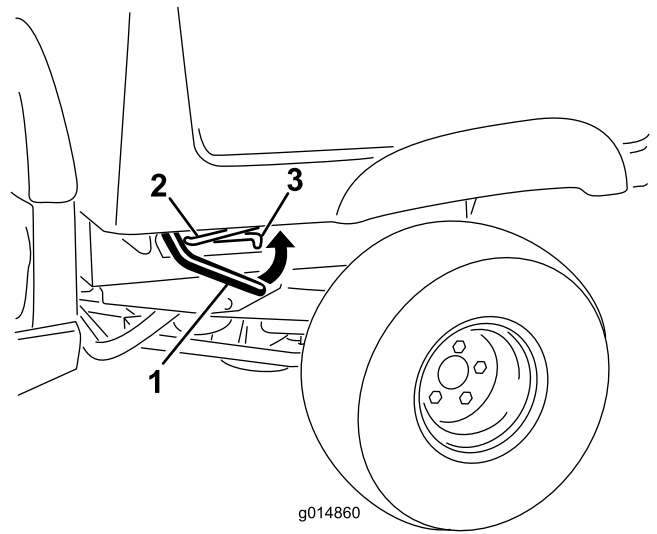

Bild 10
1. Heben Sie den Hebel an beiden Seiten in der Nähe der vorderen Kante der Staubox an und heben Sie die Staubox an (Bild 10).
2. Ziehen Sie die Stützstange in die hintere Arretierung am Ende des Schlitzes im linken Rahmen der Maschine, um die Staubox zu befestigen (Bild 10).
1. Heben Sie den Riegel an, um die Staubox etwas anzuheben (Bild 10).
2. Schieben Sie die Stützstange aus der Auskerbung heraus (Bild 10).
3. Senken Sie die Staubox ab, bis sie fest verriegelt ist (Bild 10).